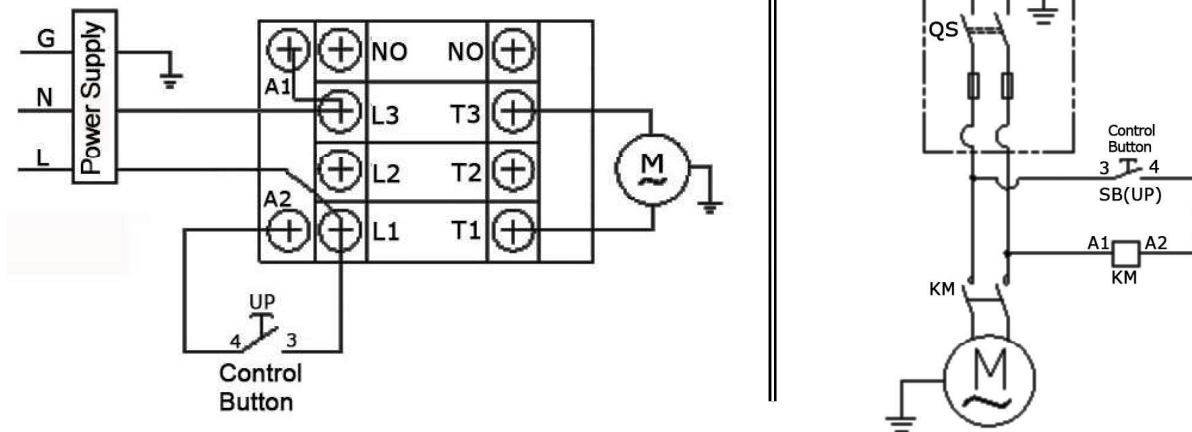

Fig. 29
1. Circuit diagram (See Fig. 29)